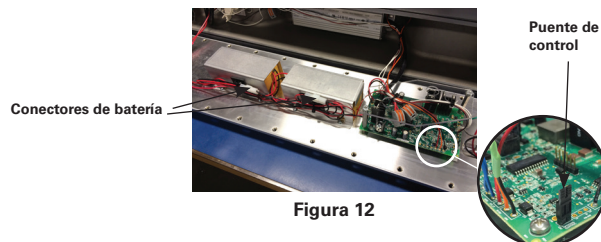

Figura 12
12. Desconecte los conectores del tablero del cargador/controlador de la batería n.º 1 y n.º 2 respectivamente (observe la Figura 12).
13. Corte los precintos para cable de cada montaje de precinto en las dos (2) abrazaderas que sujetan la batería.
14. Retire los cuatros (4) tornillos que aseguran cada abrazadera que sujeta el paquete de batería y retire los paquetes de batería anteriores. Reemplace con los nuevos paquetes de batería suministrados por la División Crouse-Hinds de Eaton.
15. Asegure cada abrazadera de sujeción con cuatro (4) tornillos y ajuste a 5 pulgadas-libras (0,6 N-m).
17. Ate cuidadosamente los cables de las baterías (observe la Figura 12) y asegúrelos a los montajes del precinto con los precintos suministrados en el kit de baterías EM.
19. Vuelva a colocar los veinticuatro (24) tornillos de cabeza hueca y las arandelas de seguridad de la carcasa del controlador con una llave hexagonal de 5 mm.